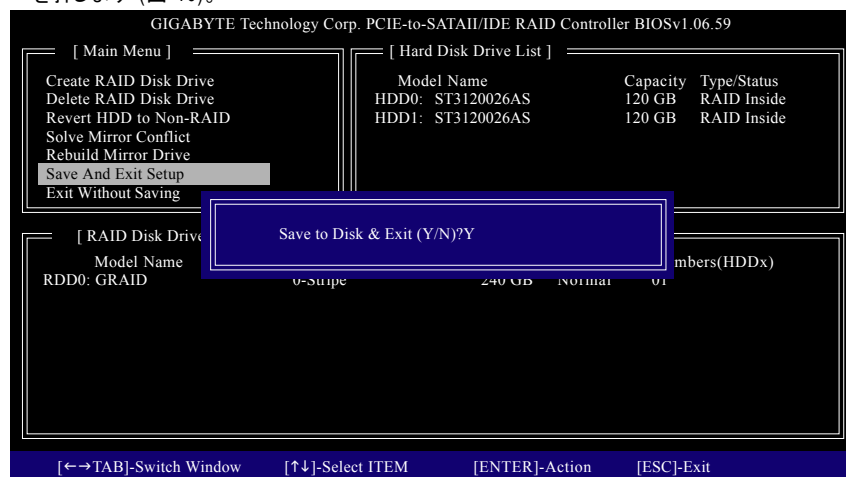

図 10
7. セットアップを保存して終了: RAID アレイを設定した後、メインスクリーンで **Save And Exit Setup** アイテムを選択し設定を保存してから RAID BIOS ユーティリティを終了し、<Y> を押します (図 10)。